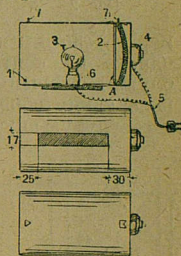

Рис. 1
Прибор для сигнализации светом очень прост по устройству и по обращению; всякий пионер посредством такого прибора сможет передать сообщение другому на довольно большое расстояние и сейчас же получить ответ. Этот прибор имеет устройство, указанное на рис. 1, и состоит из следующих частей: металлического футляра или кожуха (1), зеркального вогнутого рефлектора (2), электрической лампочки (3), кнопки для сигнализации (4) и шнура с вилкой для подводки тока (5). Электрическая лампочка (3) вставлена в патрон (6), кроме того, на приборе имеется прицел (7). Переносится прибор в ящике, в котором находится и батарея для питания.
верхнего и на 30 мм от нижнего конца банки и имеет ширину 17 мм (рис. 1, в середине). С противоположной прорезу стороны на банке устраиваем прицел. Для этого мы делаем прорезы на банке в местах и по форме, показанной на рис. 1 внизу, и затем вырезанные части отгибаем по пунктиру; получается мушка и прицельная прорезь.